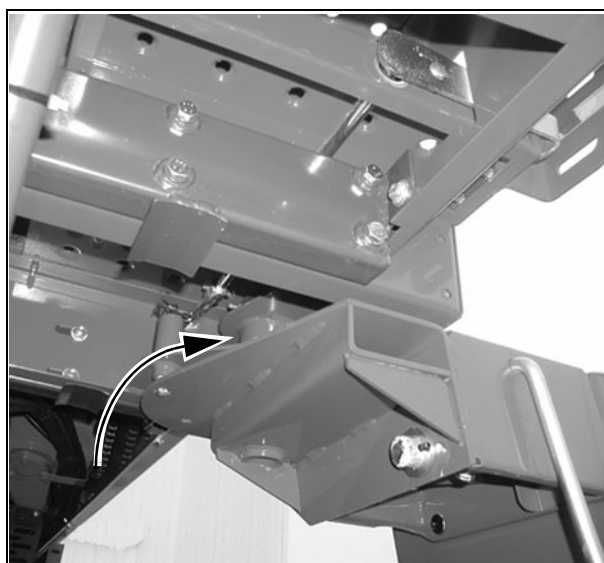

Рис. 52
43.) Лестница доступа в кабину - Рис. 52